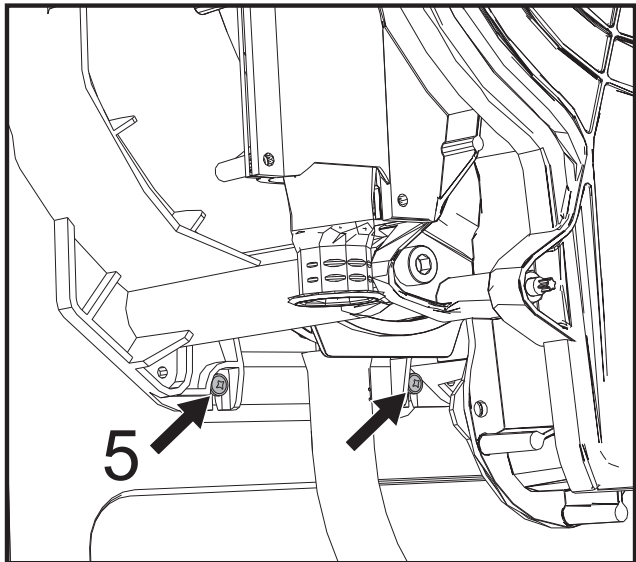

fig. 51
- Desserrer les 2 vis **inférieures** « **5** » de fixation de l'échangeur au châssis (fig. 51)